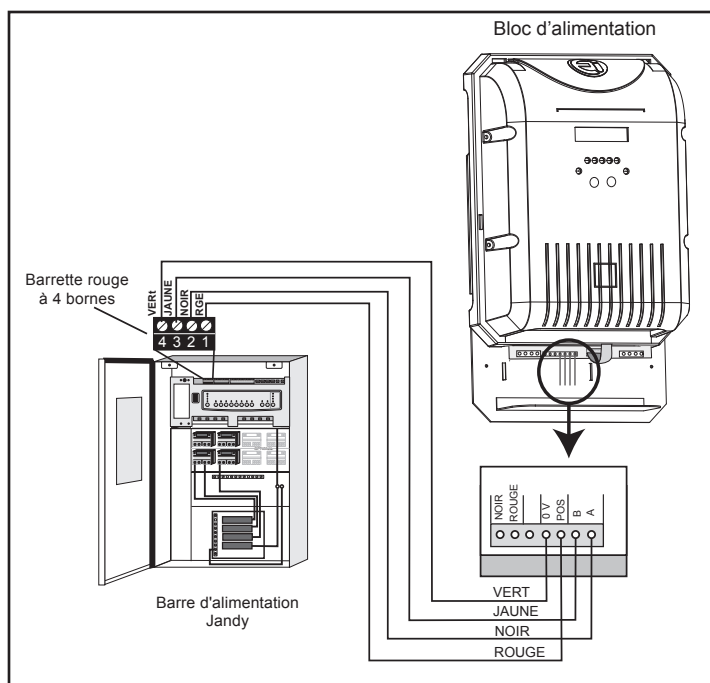

Figure 25. Raccordement de communication entre le bloc d'alimentation et le système de commande AquaLink RS ou le réseau PDA.
6. Le Jandy® AquaLink RS ou ADP et le bloc d'alimentation utilisent une liaison à quatre (4) fils pour communiquer, et peuvent être reliés en étant éloignés jusqu'à un maximum de 500 pieds (152.4 m) de distance. Tout câble à quatre conducteurs prévu pour l'utilisation à l'extérieur, de calibre minimal de calibre 22 (0,33 v), peut être utilisé. Repérer les bornes à vis sur la carte de circuit imprimé et connecter le bloc d'alimentation à la barrette rouge à 4 broches AquaLink RS ou ADP (Voir Figure 25).